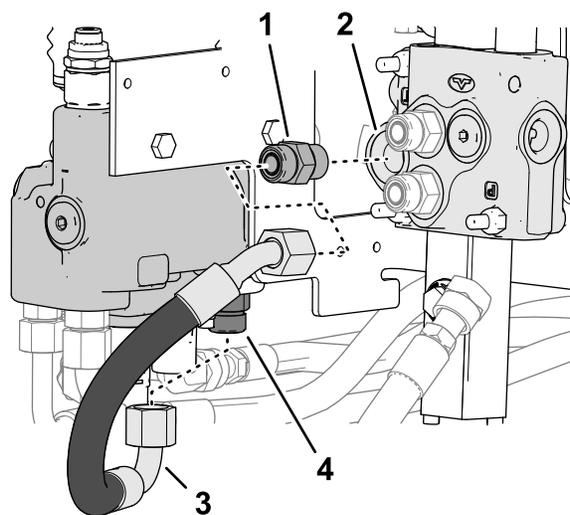

Рисунок 10
1. Отсоедините оставшийся шланг от штуцера в отверстии Т вспомогательного клапана и штуцера в отверстии Т клапана стрелы погрузчика (Рисунок 10).